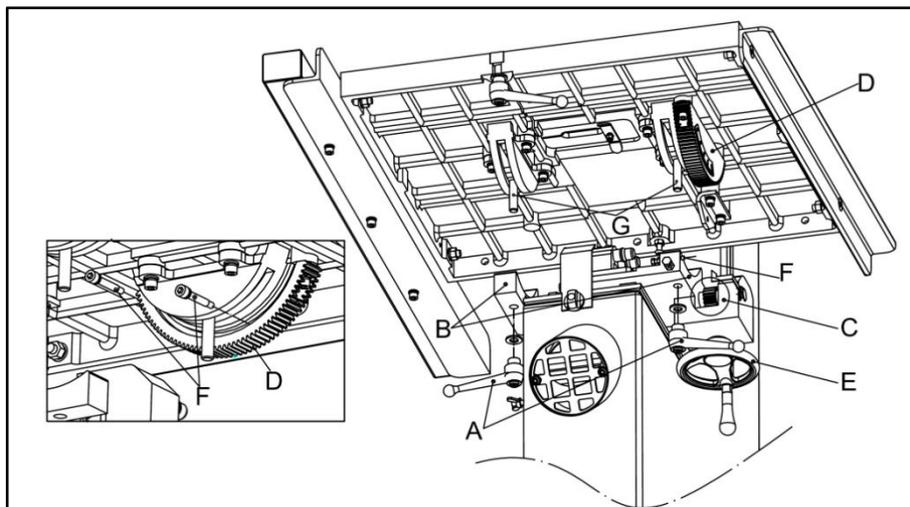

Abb. 4
5.2 Arbeitstisch (Abbildung 4.)